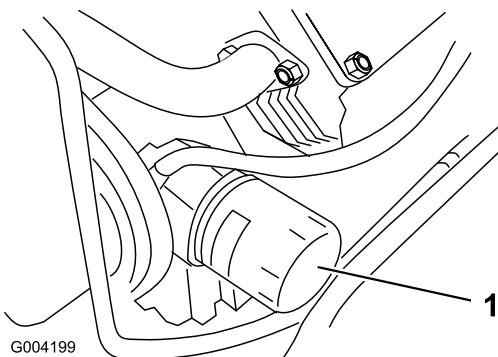

Figura 30
- Retire el filtro usado (Figura 30) y límpie con un paño la superficie de la junta del adaptador del filtro.